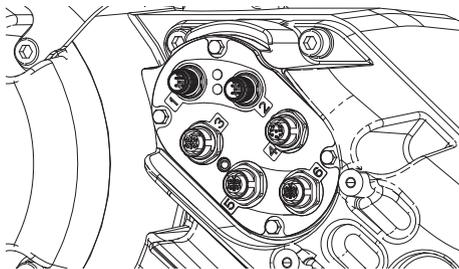

FIG. 40
- c. Solte o dispositivo de enrolamento do cabo (CG).
- d. Retire os fios do alojamento do acionador puxando-os pelo dispositivo de enrolamento do cabo (CG).
- e. Desligue os cabos ligados às portas 1-6 no lado do acionador (AB), conforme indicado na FIG. 40.